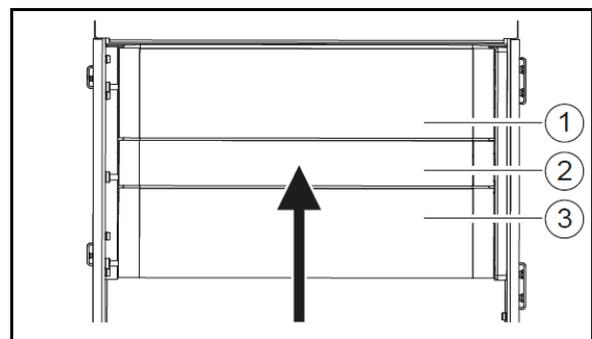

Fig. 192
1. Smontare la griglia aria di ricircolo (Fig. 192/1).